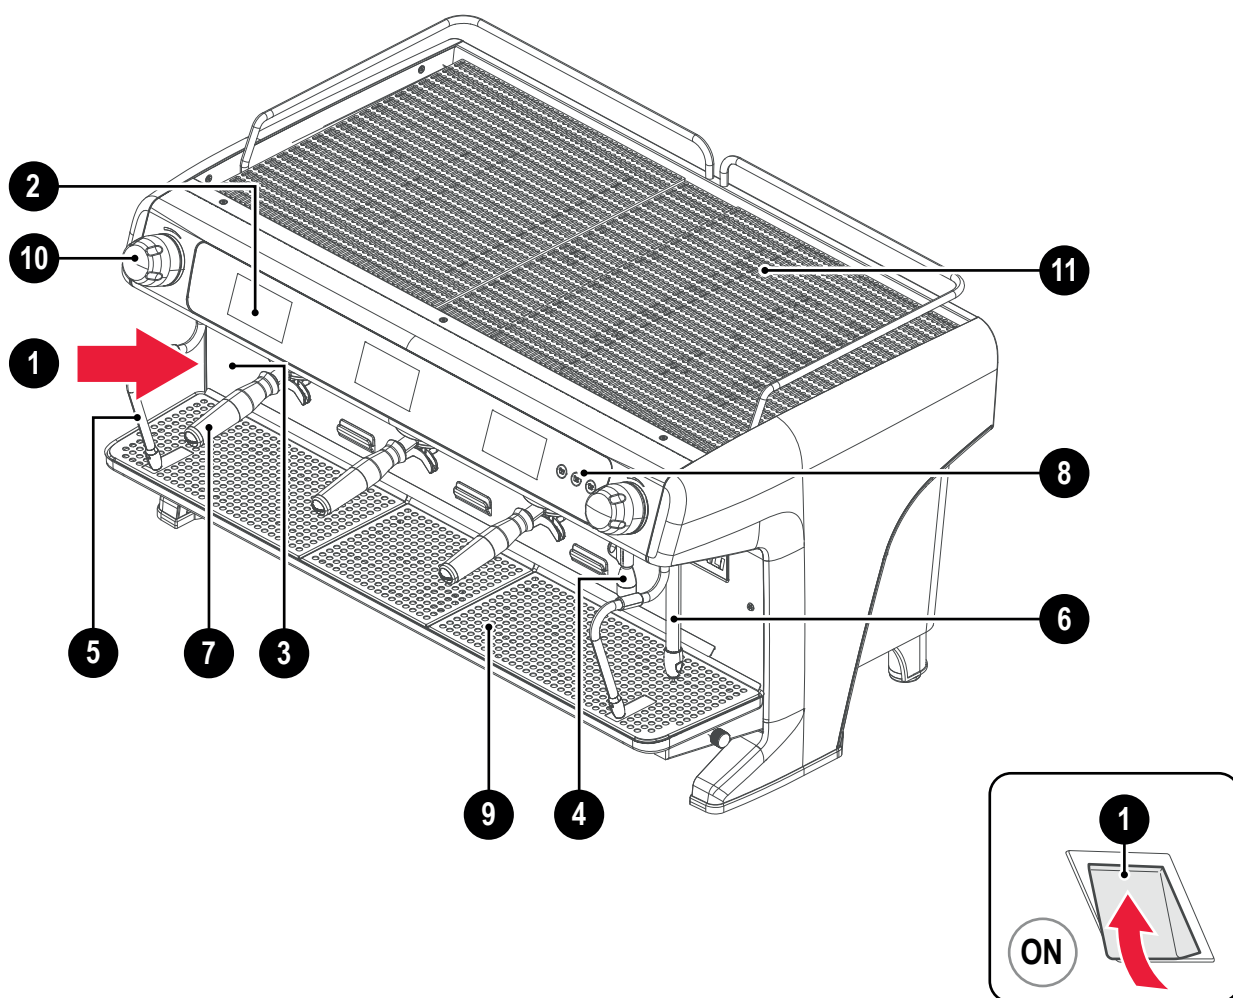

Fig. 4.1 - 设备部件
设备各部件请见 Fig. 4.1。
- 按主开关 (1 - Fig. 4.1) 以开启本设备。
- 等待设备就绪时，将手柄 (10 - Fig. 4.1) 扣入冲煮头。